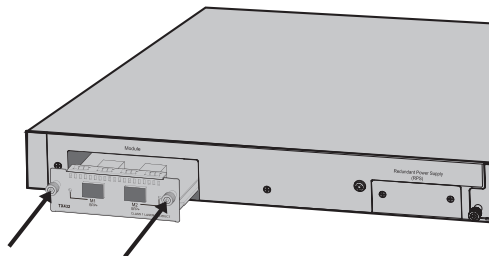

图3-6 安装接口模块扩展卡示意图
3. 如图3-6所示，两手握住扩展卡前面板上的安装螺钉，沿着插槽的导轨缓慢地将扩展卡插入，直到扩展卡与交换机紧密接触为止。